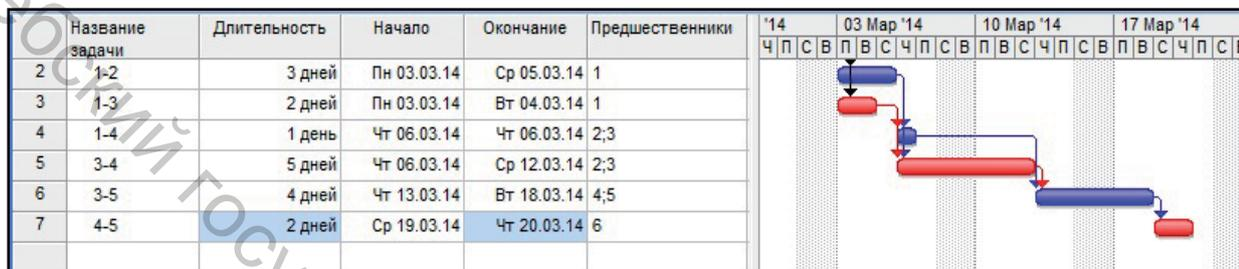

Рисунок 1 -Линейный график (диаграмма Ганта)
- На основании исходных данных (последовательности и длительности работ) (Таблица 1) в среде MS Project был составлен сетевой график проекта (диаграмма Ганта) и рассчитан критический путь проекта (18 дней), представляющий собой минимальное время, необходимое для осуществления проекта (рисунок 1);